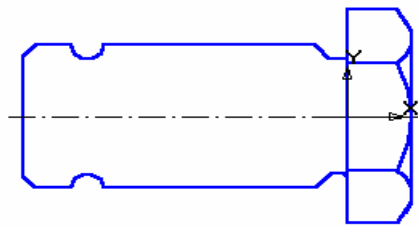

Рис. 6.13.
5. Виконайте *Симетрію*. Для цього виділіть рамкою верхню частину поверхонь обертання, відкрийте сторінку *Редагування* і виконайте *Симетрію*. Проведіть осьову лінію, рис. 6.13.